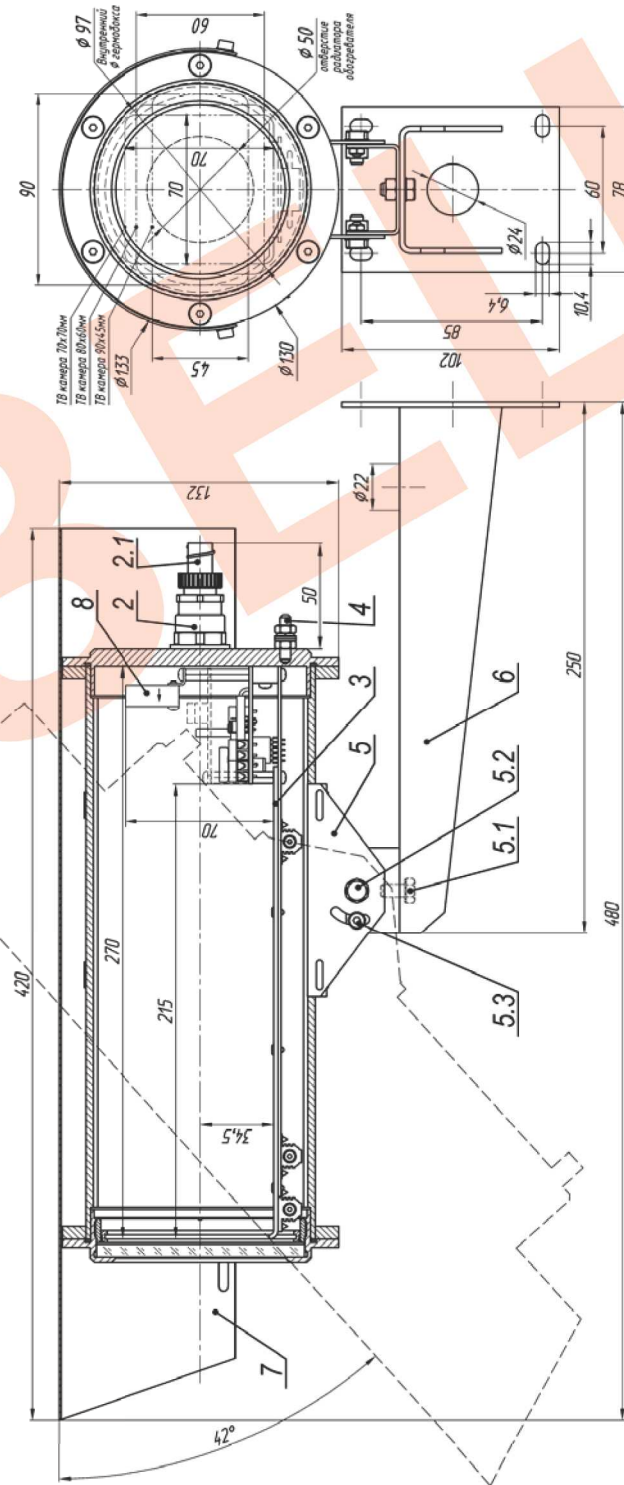

Рис.1 Состав и габаритно-установочные размеры ТГБ-8Г Ех
2. Выдвинуть модуль видеокамеры (поз.3 рис.1) из кожуха.
9. Обеспечить защиту кабелей во взрывоопасной зоне металлорукавом. Металлорукав фиксируется на гермовводе с помощью держателя металлорукава (поз.2.1 рис.1).
10. Ослабить болт и винты фиксации шарнира (поз.5.1, 5.2, 5.3 рис.1), установить гермобокс на нужное направление обзора, после чего надежно зафиксировать шарнир затянув болты.
11. Заземлить гермобокс с помощью клеммы заземления (поз.4 рис.1).
В состав изделия входят (см. рис.1):